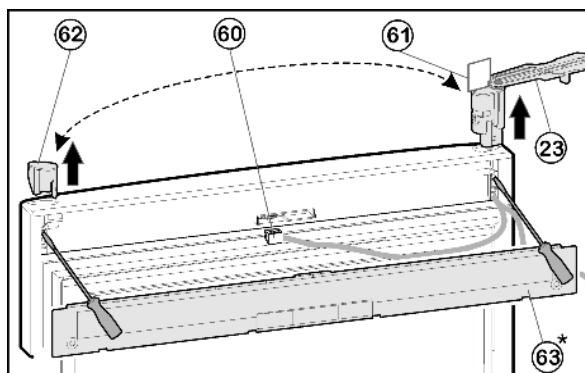

Fig. 11
- ▶ С помощью отвёртки выведете из зацепления крышку Fig. 11 (63) на дверце.
- ▶ Отсоедините разъем Fig. 11 (60).
- На верхней дверце поверните опорный кронштейн Fig. 11 (23) наружу параллельно краю дверцы.
- Отсоедините входящий в объем поставки шаблон Fig. 12 (61) от опорного кронштейна и заблокируйте им опорный кронштейн Fig. 11 (23) и втулку от поворота.
- При помощи отвертки вытолкните опорный кронштейн Fig. 11 (23) снизу и снимите с двери вместе с кабелем.
- Извлеките пробку Fig. 11 (62) снизу при помощи отвертки и вставьте на другой стороне.
- Проденьте кабель опорного кронштейна Fig. 11 (23) на противоположной стороне и установите опорный кронштейн.
- Снимите шаблон Fig. 11 (61) и закрепите на опорном кронштейне.
- Вставьте разъем Fig. 11 (60).
- Зафиксируйте крышку Fig. 11 (63) на дверце.